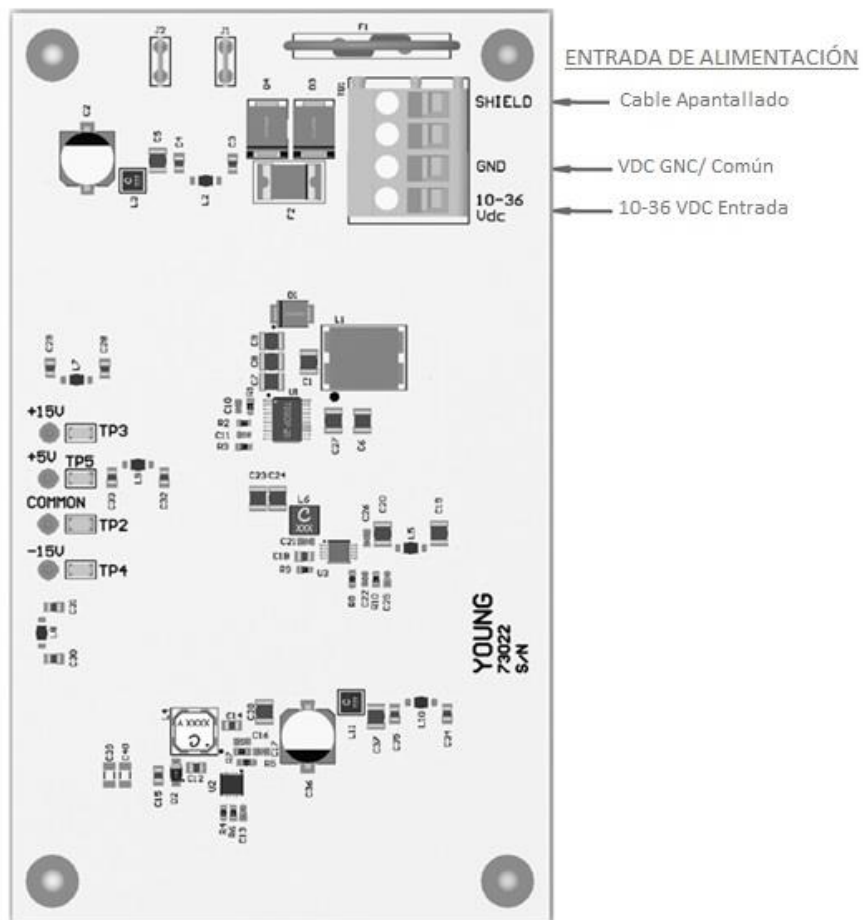

Figura 2.4.1-1 Cableado de alimentación DC
4. Pelar ~6mm (1/4 pulgada) de aislamiento de cada uno de los hilos y conectarlos a TB1 del PCB 73021-02 de alimentación como se puede ver en la Tabla 2.4.1-1 y en la Figura 2.4.1-1.